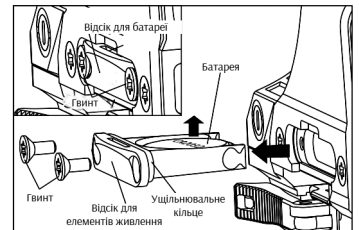

Рисунок 3-1
- a. Виймання батареї (рис. 3-1):